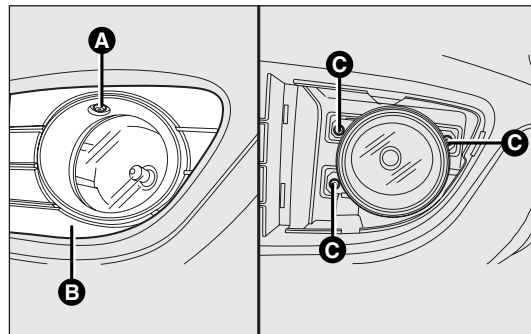

fig. I 44
- ☐ svitare la vite A-fig. I 44 ed estrarre la maschera di protezione B;